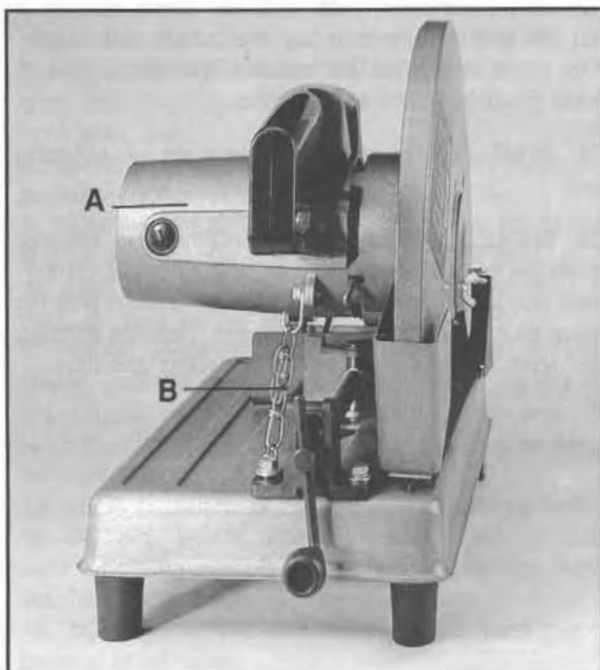

Fig. 3
1. Für Versandzwecke wurde der Maschinenkopf (A)(Fig.3) mit Hilfe einer Kette (B) in der unteren Position verankert. Um den Maschinenkopf (A) nach oben zu bewegen, haken Sie die Kette (B) einfach vom Motorgehäuse aus.